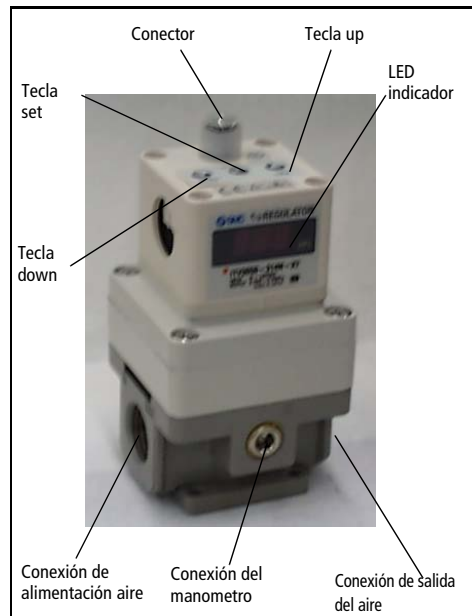
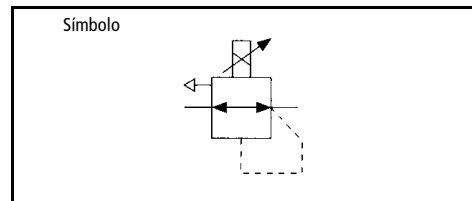

Fig. 1
Fig. 2
- Para ajustar la presión mínima (en el indicador LED aparece F-1) utilice las teclas up/down (Fig 1) luego presione la tecla 'Set' (Fig 1) para 'fijar' el ajuste.
- Para ajustar la presión máxima (en el indicador LED aparece F-2) utilice las teclas up/down (Fig 1) luego presione la tecla 'Set' (Fig 1) para 'fijar' el ajuste.
- Para ajustar la salida digital 1 (en el indicador aparece P-1) utilice las teclas up/down (Fig 1) luego presione la tecla 'Set' (Fig 1) para 'fijar' el ajuste.
- Para ajustar la salida digital 2 (en el indicador aparece P-2) utilice las teclas up/down (Fig 2) luego presione la tecla 'Set' (Fig 1) para 'fijar' el ajuste.
Tras conectar la alimentación, las teclas se bloquean y no son utilizables. 'Loc' si se presiona cualquier tecla, en el display (Fig.1) parpadea la indicación 'Loc'.
- 1) Presione la tecla 'Down' (Fig 1) durante más de 2 segundos.
- 3) Presione la tecla 'set' (Fig 1) para bloquear.
Nota: Para anular, presione la tecla 'Up' (Fig 1).
- 1) Presione la tecla 'Up' (Fig 1) durante más de 2 segundos.
- 3) Presione la tecla 'Set' (Fig 1) para bloquear.
Nota: Para anular, presione la tecla 'Down' (Fig 1).
Si el equipo ITV3000 detecta alguna anomalía el indicador LED (Fig 1) muestra 'Er' seguido de un código. Desconecte la alimentación, averigüe el problema y resuélvalo. Tras corregir el fallo, reinstaure la alimentación eléctrica.
Presione las teclas 'Up' y 'Down' (Fig 1) conjuntamente durante más de 3 segundos. El indicador muestra 'RES'. Para que las presiones mínima y máxima y las salidas digitales P1 y P2 vuelvan a su condición inicial, libere las teclas.
Nota: Si la fuente supera los 30mA el sensor se visualizará en el indicador LED (Fig 1) mostrando 'Er 5'.